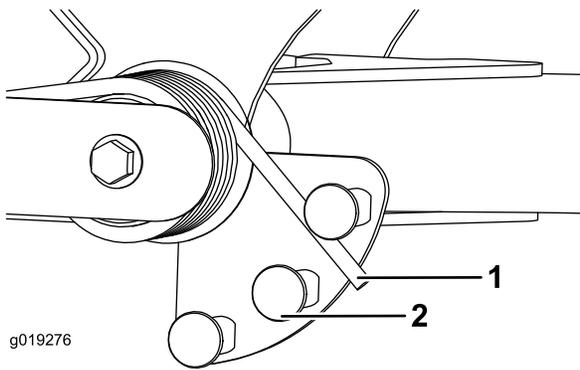

图34
2. 将一个管子或类似物体插入长弹簧一端，并将其围绕弹簧传动器旋转至所需位置（图34）。